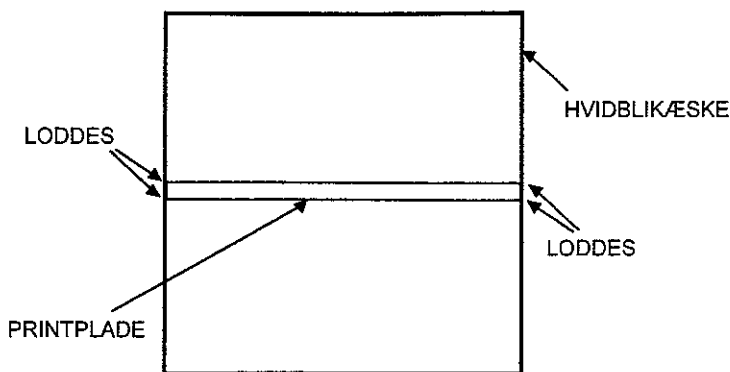

Fig. 6 Sammenkobling af stel over/underside
- Printsiderne kan også sammenkobles ved lodde printet ind i en hvidblikæske og lodde både over- og underside ind mod hvidbliket. Forskellige måder at realisere et godt jordplan på fremgår af fig.5 og fig.6)